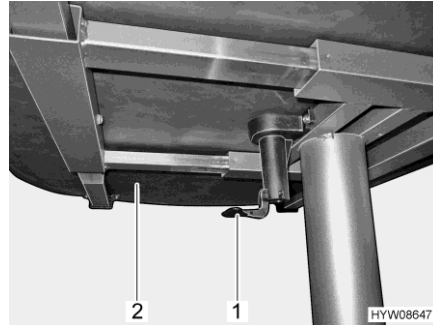

Bild 80 Hebel für Verschieben der Tischplatte
- Den Hebel (Bild 80,1) nach unten ziehen oder drücken.
- Tischplatte (Bild 80,2) in die gewünschte Position schieben.